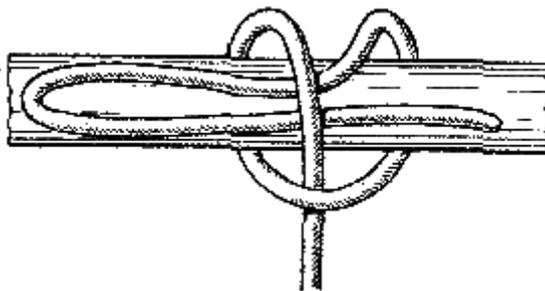

Рис. 99. Шлюпочный узел
**Шлюпочный узел** (рис. 99). Применяется при буксировке шлюпок и во время их стоянки под выстрелом у борта корабля только в тех случаях, когда в них находятся люди. Сначала ходо-